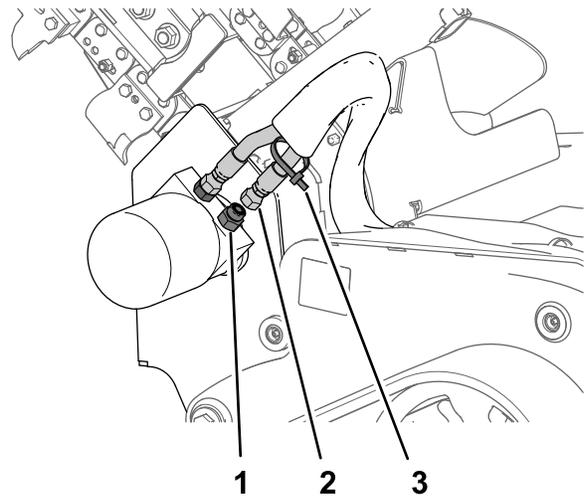

Bild 2
2. Wischen Sie die Hydraulikschläuche und Anschlussstücke am Hydraulikmotor für den Grabenfräsenantrieb ab (Bild 2).
3. Befestigen Sie die Kabelbinde am hintersten Hydraulikschlauch am Hydraulikmotor für den Grabenfräsenantrieb (Bild 2).